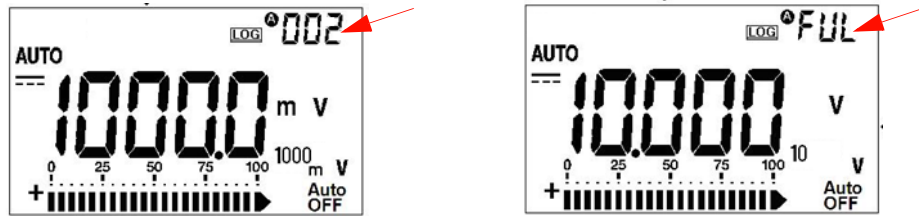

Abbildung 2-2 Anzeige der Intervall-Protokollierung
- 2 Die Messwerte werden in jedem Intervall, das im Einstellungsmodus festgelegt wurde, automatisch im Speicher protokolliert. Siehe Abbildung 2-2.